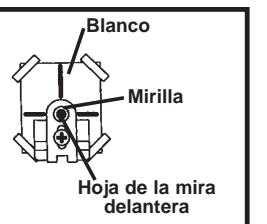

Fig. 6b
- Al usar la mira de mirilla, la pistola de aire está apuntada correctamente cuando la hoja de la mira delantera está posicionada exactamente el centro de la mirilla de la mira trasera. (Fig. 6B)